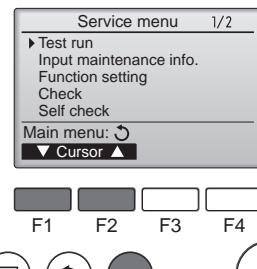

Fig. 7-1
- ① Выберите режим "Test run" (Пробный пуск) в Сервисном меню и нажмите кнопку [ВЫБОР]. (Fig. 7-1)